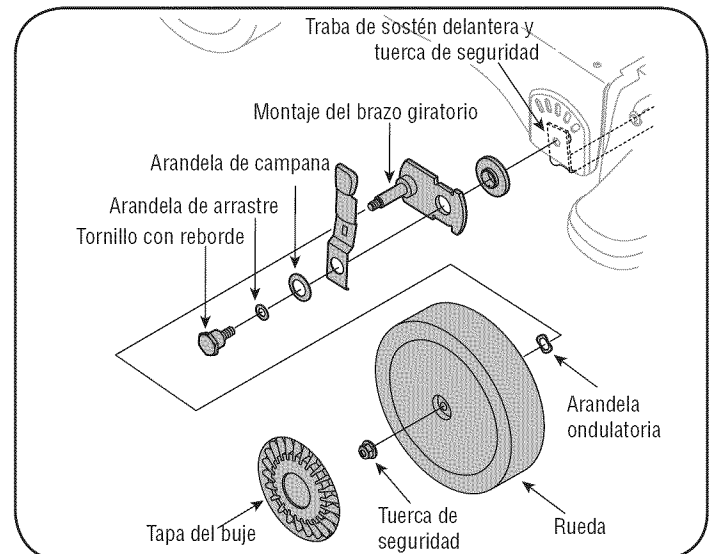

Figura 24
4. Saque las tapas de buje delanteras, las tuercas de seguridad de brida, las ruedas delanteras y las arandelas ondulatorias que van unidas a los montajes del brazo giratorio. Vea la figura 24.